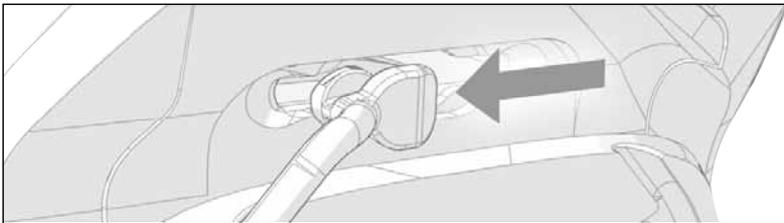

Abb. 10 – Nach links ziehen, bis es bündig in der Öse sitzt
3. Nehmen Sie sich jetzt das erste Band von links, drehen es auf die Rückseite und befestigen Sie dessen oberes Ende in der linken Schlüssellochöse an der Mikrofonseite. Sie brauchen das Ende einfach nur mit dem Zeigefinger mittig einzusetzen (Abb. 9) und das Band anschließend vorsichtig nach links zu ziehen, bis es sicher sitzt (Abb. 10).